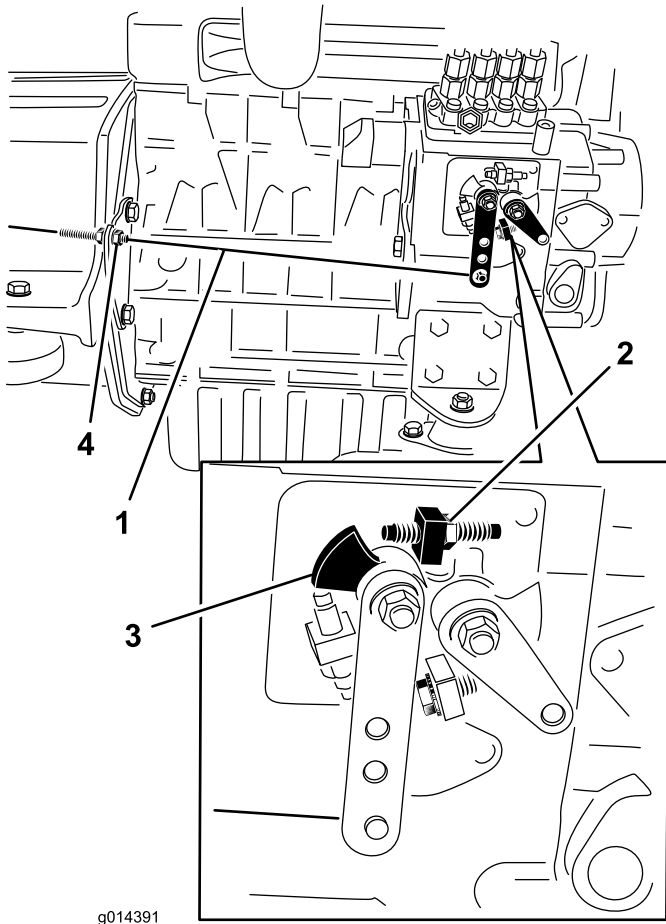

Figura 28
2. Compruebe la posición de la palanca de control de velocidad de la bomba de inyección de combustible del motor. La palanca de control de velocidad debe estar en contacto con el tornillo de alta velocidad cuando la palanca de control del acelerador está en la posición de Rápido (Figura 28).
3. Si es necesario, la posición de las contratueras del cable de control del acelerador puede ajustarse hasta que la palanca de control de velocidad entre en contacto con el tornillo de alta velocidad cuando la palanca de control del acelerador está en la posición de Rápido (Figura 28).